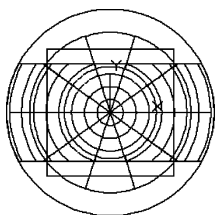

图 12-75 创建长方体
(3) 设置视图方向。单击“视图”选项卡“视图”面板中的“后视”按钮, 设置视图方向。
(4) 创建长方体。单击“三维工具”选项卡“建模”面板中的“长方体”按钮, 采用“中心点、长度”的模式, 以坐标 (0,0,7) 为中心, 长度为 11, 宽度为 11, 高度为 14 绘制长方体。结果如图 12-75 所示。